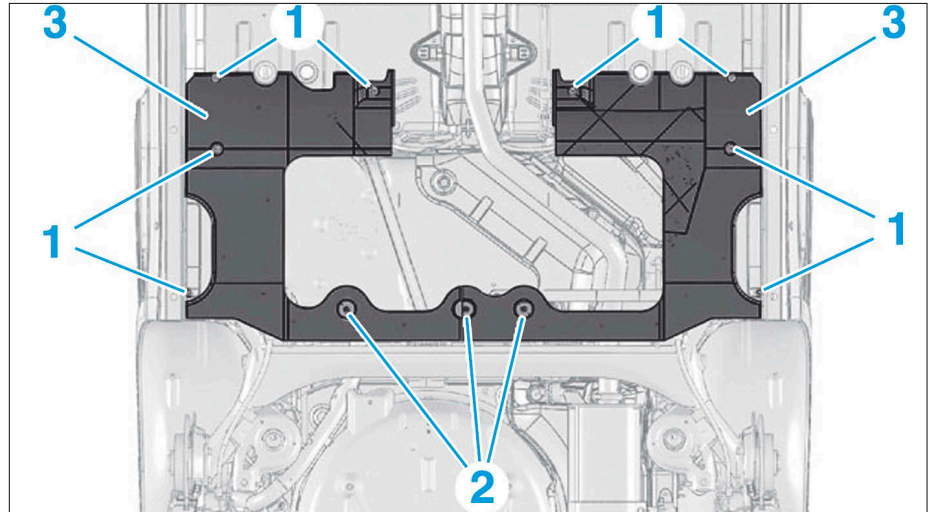

FIG. 42
- les écrous (1) (Fig.42),
- les pions (2),
- les carters de protections (3).